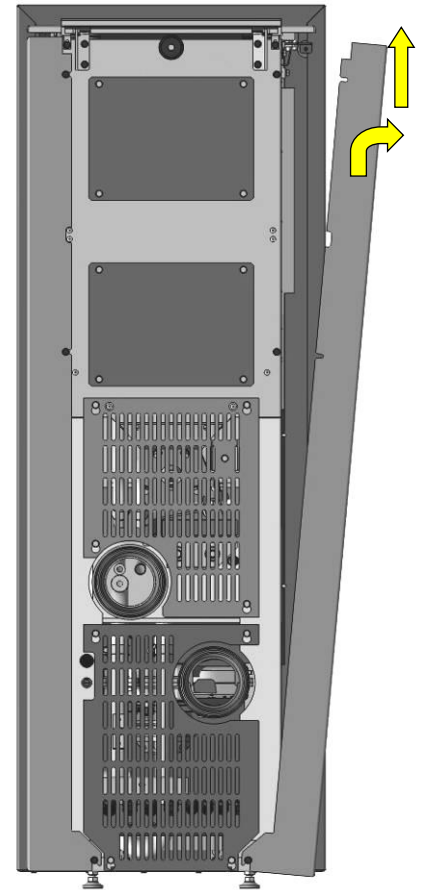

Fig. 22 : démontage de l'habillage latéral
4. Basculez latéralement la paroi latérale et retirez-la (Fig. 22).